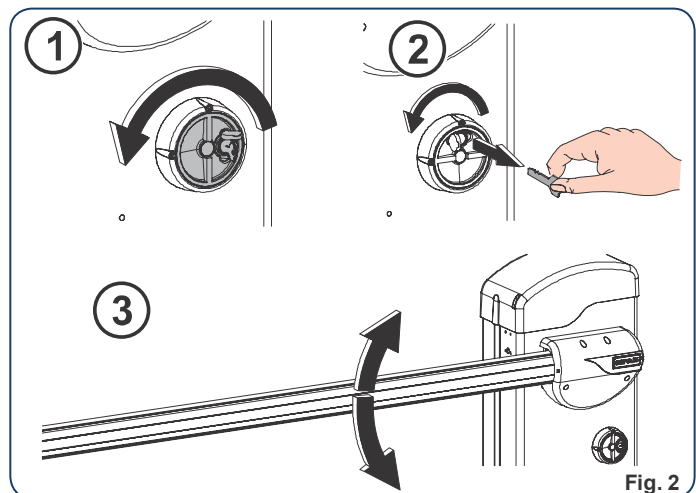

Fig. 2
- Die Entriegelungsvorrichtung gegen den Uhrzeigersinn bis zum Anschlag drehen, siehe Abb. 2, Bez. ①.
- Den Schlüssel bis zum Anschlag gegen den Uhrzeigersinn drehen und abziehen, siehe Abb. 2, Bez. ②.
- Die Stange von Hand bis zum Anschlag bewegen, siehe Abb. 2, Bez. ③.